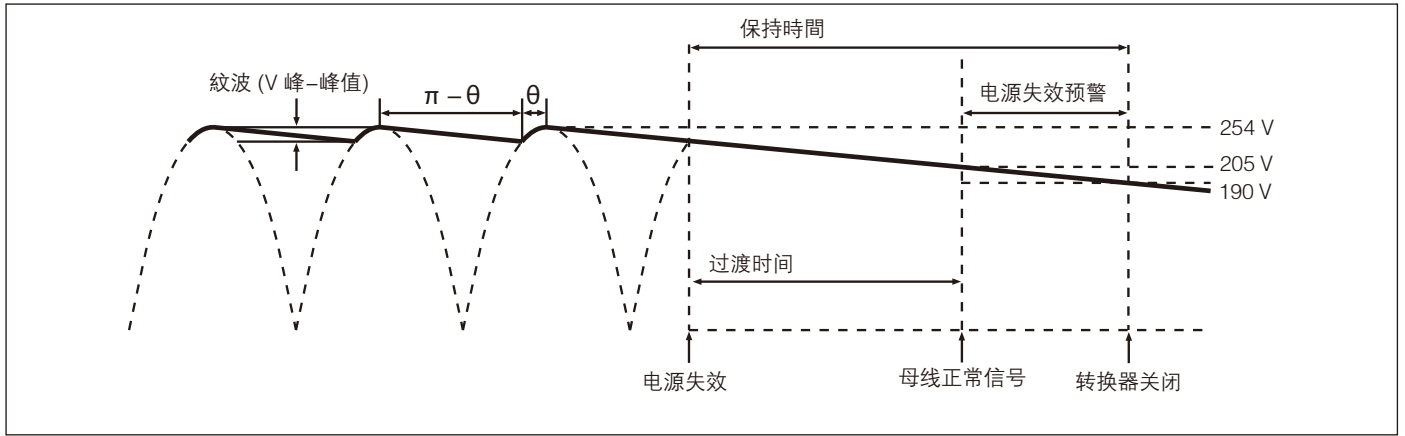
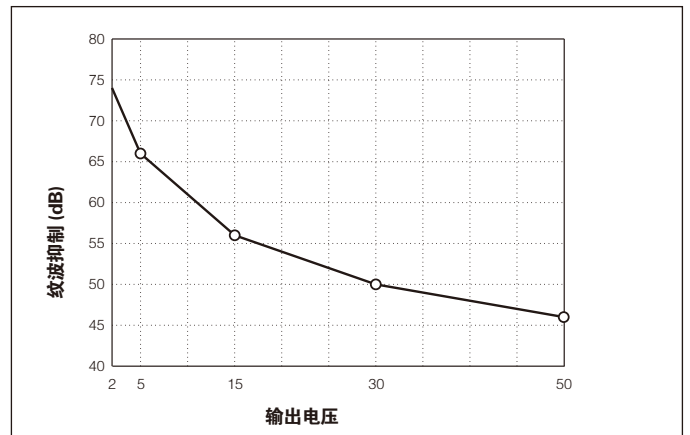

图 8-7 — 随着交流电源中断的母线电压波形图
图 8-11 — 转换器模块纹波抑制比与输出电压的关系 (典型)
保持电容 保持电容的容量决定于输出母线电压的纹波、电源中断保持时间和过渡时间。(图 8-7)
电源失效预警时间 (Δt) 是指电源中断预警母线正常信号 (BOK) 到转换器模块关断之间的时间, 如图 8-7 所示。母线正常信号 (BOK) 和使能门限值分别为 205 V 和 190 V。将这些数值代入公式 (3) 中, 可简化电源失效预警时间、功率和母线电容之间的关系:
例如, 转换器输出电压为 15 V, 额定输入电压为 300 V 时, 纹波抑制比将为 56 dB, 即输入纹波电压 10 V 峰-峰值将产生输出纹波电压 15 mV 峰-峰值。(图 8-11) 公式 (3) 仍然适合于计算保持电容所需的容量, 在这种情况下, V_1 和 V_2 分别为纹波电压峰值和谷值处的母线电压瞬时值 (图 8-7)。在经整流的市电电压的两个峰值之间的时间间隔 Δt 内, 保持电容必须保持规定的母线电压, Δt 可由下式给出:
(图 8-7)
决定 DC-DC 转换器输出端的纹波电压 图 8-11 用于决定 DC-DC 转换器的纹波抑制比。可以看出，输出电压为 12 V 时，纹波抑制比约为 60 dB。因为母线电压上的纹波为 12 Vac 且转换器的纹波抑制比为 60 dB，因此因输入电源 (初级 120 Hz) 纹波而产生的转换器输出纹波应为 12 mV 峰-峰值。